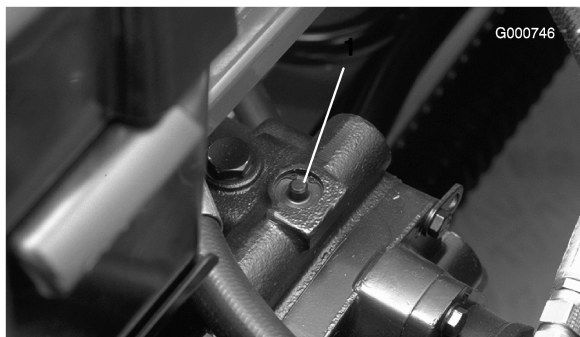

Bild 25
1. Das Sicherheitsventil befindet sich oben an der stufenlosen Pumpe (Bild 25). Drehen Sie das Ventil um 90 Grad, um es zu öffnen, damit Öl intern umgelenkt wird. Da das Öl abgelenkt wird, kann die Zugmaschine ohne Schäden am Getriebe langsam bewegt werden.